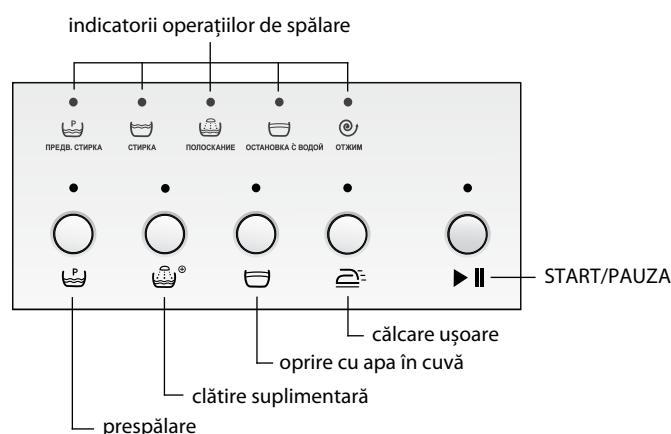

Figura 3 – Afășajul și butoanele de comandă
Fiecare buton are un indicator și este marcat cu simbol pe panoul de comandă, în conformitate cu Figura 3. Pentru a selecta funcția auxiliară dorită, apăsați butonul corespunzător.
1.4.1 Pentru a selecta funcția auxiliară, apăsați butonul corespunzător acestei funcții – se aprinde indicatorul în conformitate cu Figura 3. La apăsare repetată, indicatorul de lumină se stinge, funcția se anulează.